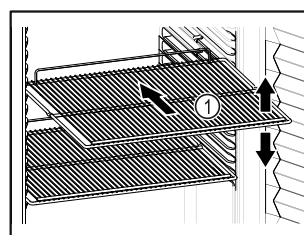

Fig. 61 Representación a modo de ejemplo
- ❑ Si los estantes *Fig. 61 (1)* se pueden mover, ajustarlos según la altura.